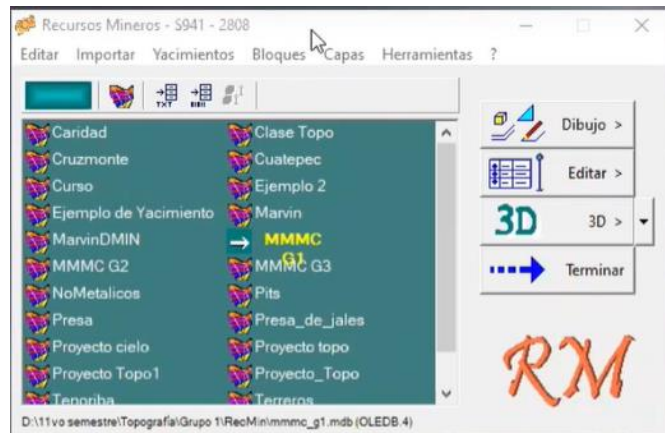

Figura 204. Módulo de yacimientos.
46. Abrir el módulo de yacimientos de RecMin y seleccionar el proyecto de la materia. Figura 204.